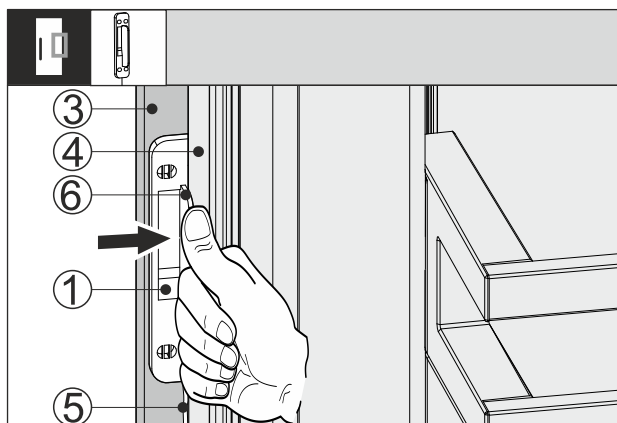

Fig. 66
- ▶ Zasuňte senzor klepání Fig. 66 (1) mezi čelo nábytku Fig. 66 (3) a dveře spotřebiče Fig. 66 (4) tak, aby byl kabel Fig. 66 (5) mírně napnutý. Doraz Fig. 66 (6) senzoru klepání spočívá na dveřích spotřebiče Fig. 66 (4).
- ▶ Přitlačte senzor klepání Fig. 66 (1) k čelu nábytku Fig. 66 (3).
- ▷ Senzor klepání Fig. 66 (1) je přilepen. Přilepením snímače klepání je optimalizován přenos signálu klepání.
Trvalé připevnění senzoru klepání Fig. 66 (1) zvyšuje životnost.
- ▶ Přišroubujte senzor klepání Fig. 66 (1) dodanými šrouby k čelu nábytku Fig. 66 (3).